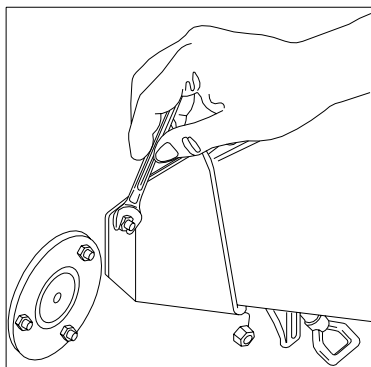

Fig. 14
- Oter la trémie latérale après avoir dévissé les 3 écrous comme indiqué fig. 14 .